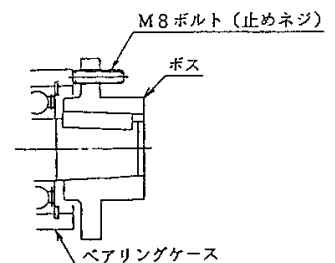

図 9-9
- ・ ボルト、あるいは六角穴付き止めネジを均等に締め込んでポスを主軸より取り外してください。(図 9-9)